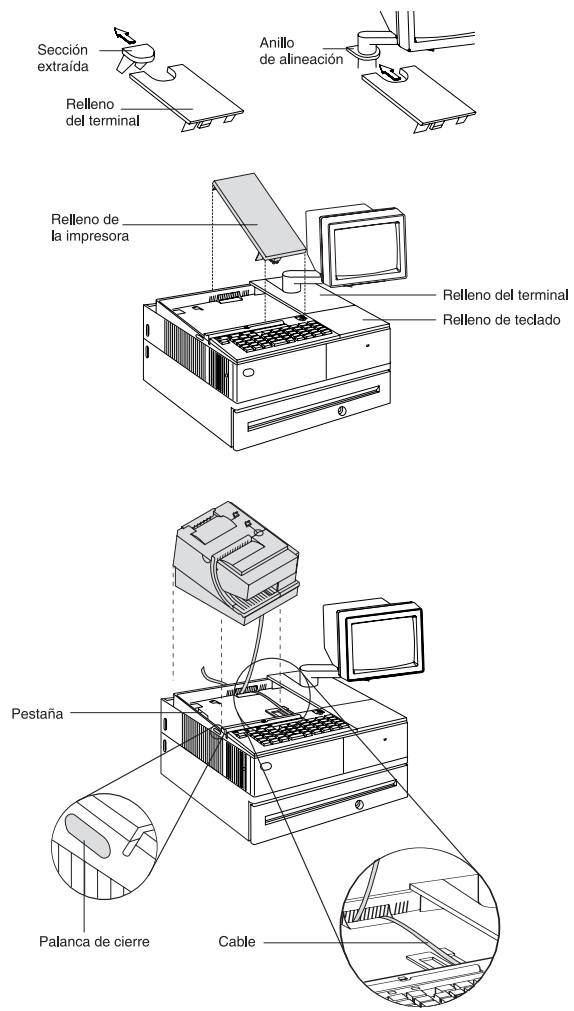

Figura 16. Instalación de los paneles de relleno
Para instalar rellenos, consulte Figura 16 en la página 29 y siga las instrucciones que son pertinentes para su instalación:
3. Si tiene un teclado corto, coloque el relleno de teclado al lado del teclado. Consulte Figura 16 en la página 29.
4. Coloque el relleno de la impresora al lado del relleno del terminal. **Asegúrese de que dirige el cable de la impresora al lateral, como se muestra en Figura 16 en la página 29.**